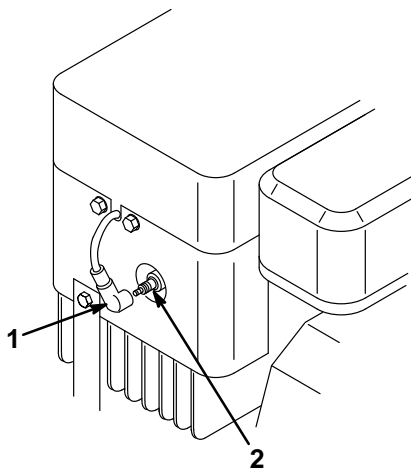

Abbildung 22
3. Das Kabel von der Zündkerze abziehen (Abb. 22). Dann den Bereich um die Zündkerze herum reinigen, um zu verhindern, daß Schmutz in den Motor fallen und Schäden verursachen kann.
3. Das Kabel auf die Zündkerze drücken (Abb. 22).